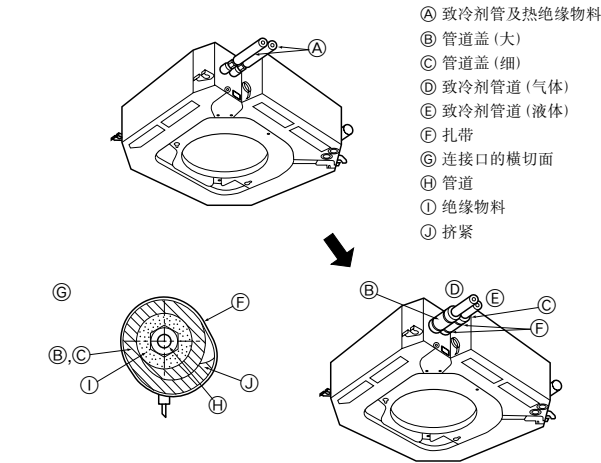

Fig. 3-3
③ 将冷却机油涂在整个喇叭口座表面上。
3.3. 室内机组 (Fig. 3-3)